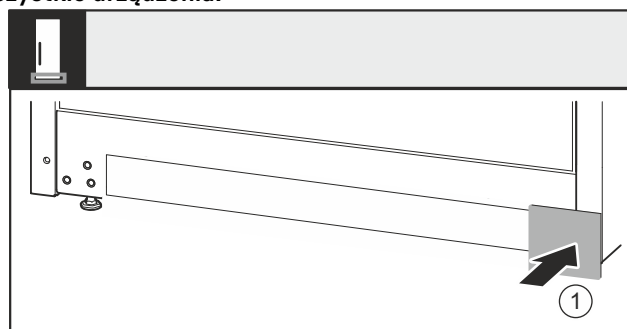

Fig. 39
- ▶ Założyć ponownie osłonę Fig. 39 (1) z drugiej strony.